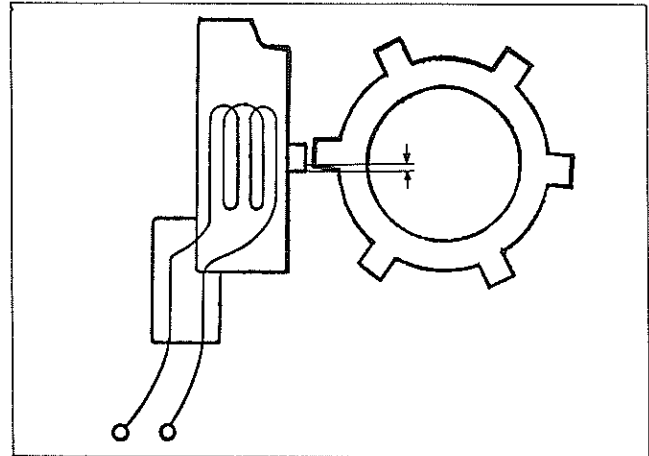

図5-50 デイストリビュータ セット位置
- (4) 図5-50のように、シグナル ロータの歯がシグナル ジェネレータの歯と対抗した直後にハウジングをセットし、セット ボルトを取り付ける。
- (5) ロータ カバー、キャップを取り付け、取りはずした部品を取り付ける。
- (6) 点火時期の調整をする。